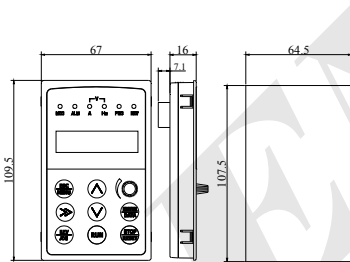

图 2-7 键盘外形及开孔尺寸
- (1) EN-LCD2 远程键盘外引时, 不支持键盘安装盒进行安装, 仅支持键盘进行安装, 开孔尺寸见图 2-7。
- (2) 除 EN-LCD2 远程键盘外, 其余键盘在外引时, 客户可根据实际需求按键盘开孔尺寸或键盘安装盒开孔尺寸进行开孔; 建议安装键盘的板厚在 1.0~1.5mm 之间。
- (3) 如果采用键盘安装盒安装, 键盘安装盒需另行订购。